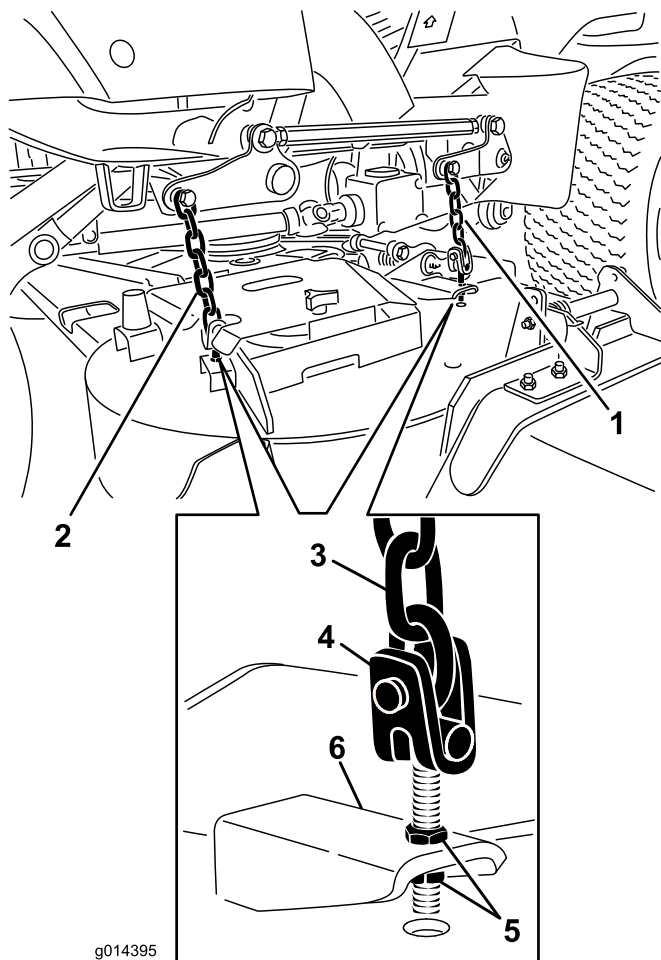

Figure 70
8. Ajustez les écrous de blocage qui fixent les chapes/chaînes au plateau de coupe jusqu'à ce que le plateau de coupe soit de niveau (Figure 70).
7. Ajustez les écrous de blocage qui fixent les chapes/chaînes au plateau de coupe arrière pour élever l'arrière du plateau de coupe de sorte à obtenir une inclinaison de la lame de 8 mm (Figure 70).